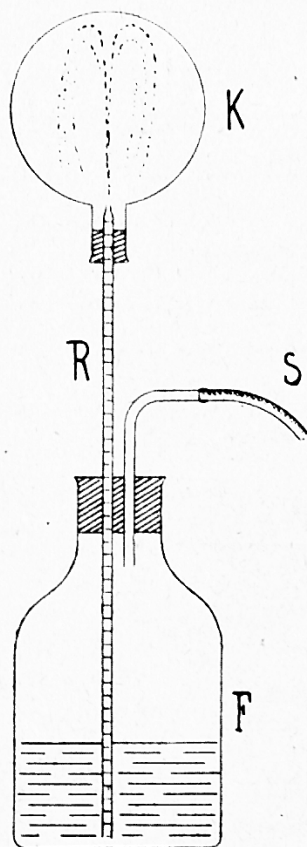

Abb. 61. Wirkung
8. Verschließe die teilweise mit Wasser gefüllte Flasche F (Abb. 61) mit einem doppelt durchbohrten Kork! Führe durch die eine Bohrung die Glasröhre R, welche an ihrem oberen Ende mit dem kleinen Kolben K verbunden ist, und durch die zweite Bohrung ein Knierohr mit dem angeschlossenen Schlauchstück S! Saug an dem Schlauche! Die Luft des Kolbens K entweicht in Blasen durch die Gasröhre R. Gib den